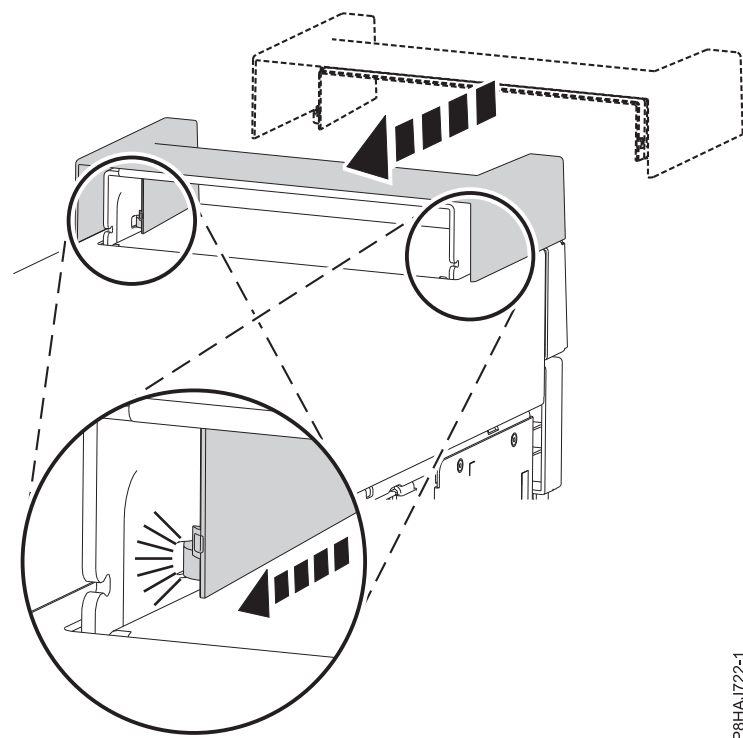

Figura 25. Fijación de la tapa de asa en un sistema 8286-41A autónomo
1. Fije la tapa de asa en la estación de acoplamiento RDX interna (FC EUA3) deslizando hacia la parte posterior del sistema. Consulte la Figura 25.